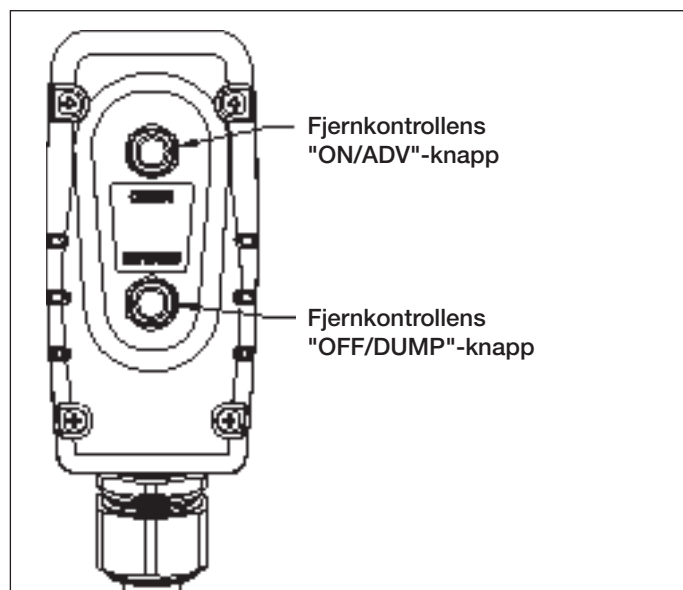

Figur 6, Pumpens kontrollpanel
5.1 Pumpens på/av-bryter (se Figur 6)
4. Koble enheten til strøm. Flytt pumpens på/av-bryter til ON (på). Se Figur 6.